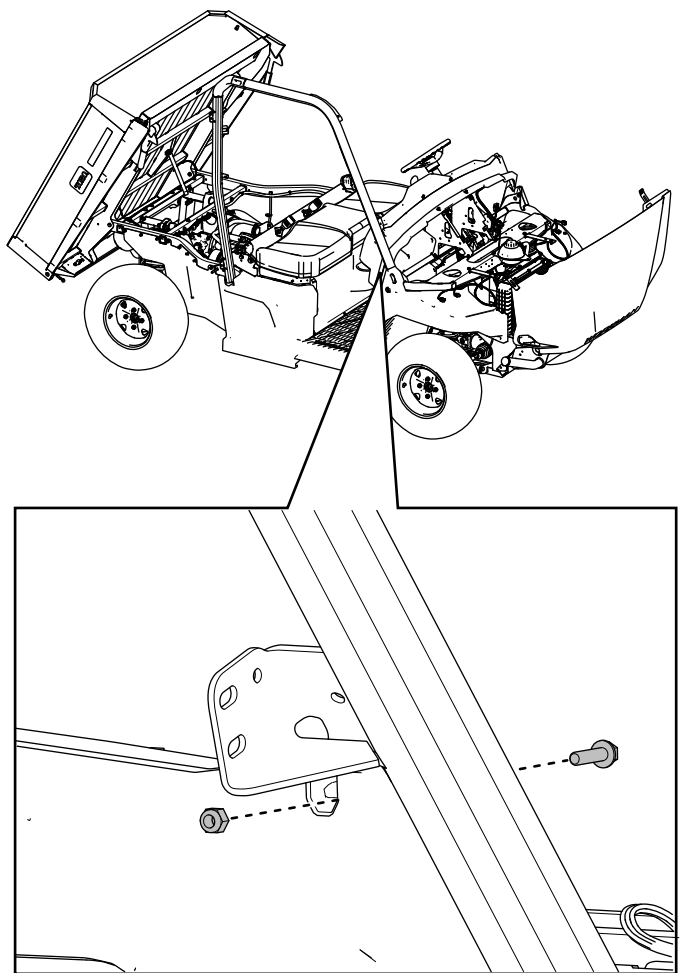

図 15
9. 右前 ROPS アセンブリをダッシュパネル仮止めする六角ワッシャボルト1/4 x 1"1 本とロックナット1/4"1 個で図 15のように取り付ける。